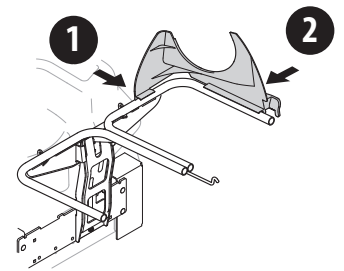

Figura 12
1. Coloque a presión el soporte del canal superior (731-06497) en su lugar primero cortando la porción lateral hacia el riel de soporte de la embolsadora (1) como se indica en la Figura 12.
2. Coloque a presión el lado delantero del soporte del canal superior al riel (2), como se muestra en la Figura 12.